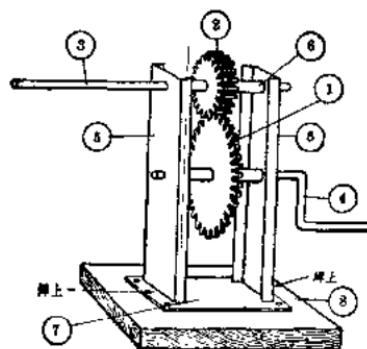

图 2-9
的效率，自己可以做一个简单的绕线机，从图 2-9 可以看出这个简单的绕线机的构造：①是大齿轮；②是小齿轮。可以用旧玩具或坏钟上拆下的齿轮；③是小齿轮轴。绕线时就是把线圈框架紧套在小齿轮轴上绕的；④是手摇柄；⑤是轴承支架；⑥是轴承套，用铁皮卷成套在轴上，使大齿轮轴和小齿轮轴绕线时不至于左右移动；⑦是支架底板；⑧是一块固定支架底板的木板。